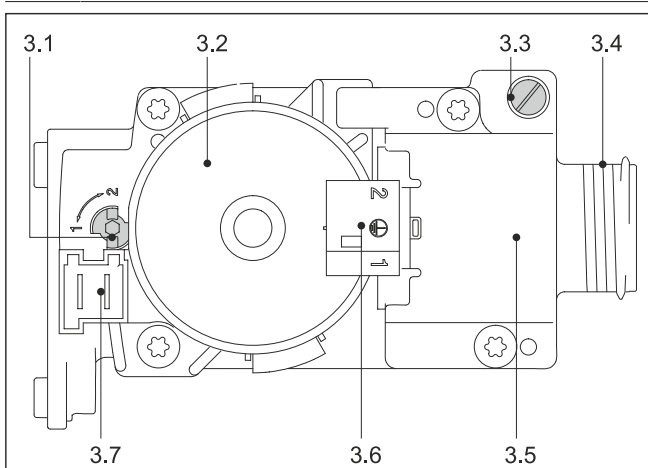

Bild 4-43 Sicherheits-Gasregelblock
1 Verfügbare Gasart mit der eingestellten Position der Einstellschraube am Sicherheits-Gasregelblock (Bild 4-43, Pos. 3.1) vergleichen.
- 1 **Schraube im Messanschluss** Eingangs-Gasdruck (Bild 4-43, Pos. 3.3) **eine halbe Umdrehung gegen den Uhrzeigersinn** drehen.
- 3 Messschlauch des Druckmessgeräts auf den Messanschluss Eingangs-Gasdruck (Bild 4-43, Pos. 3.3) stecken.